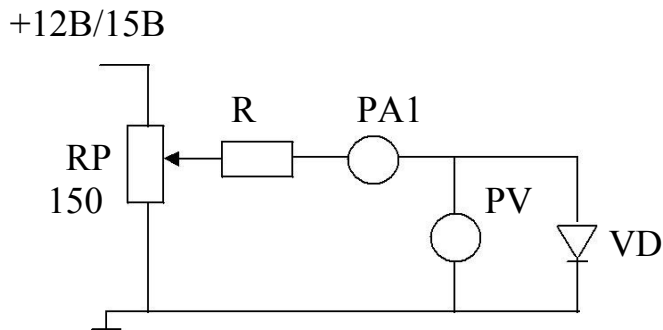

Рис.1
- а) собрать схему для исследования выпрямительного диода на постоянном токе в соответствии с принципиальной схемой рис.1. Для измерения анодного тока включить цифровой амперметр в режиме постоянного тока. Для измерения анодного напряжения использовать мультиметр в режиме измерения постоянного напряжения. Последовательно с диодом включить токоограничивающий резистор $R=150 \text{ Ом}$.
Снять вольтамперную характеристику выпрямительного диода на постоянном токе для прямой ветви (рис.1); для снятия характеристик регулировать напряжение на выходе понциометра; результаты измерений занести в таблицу, по которой построить прямую ветвь ВАХ.